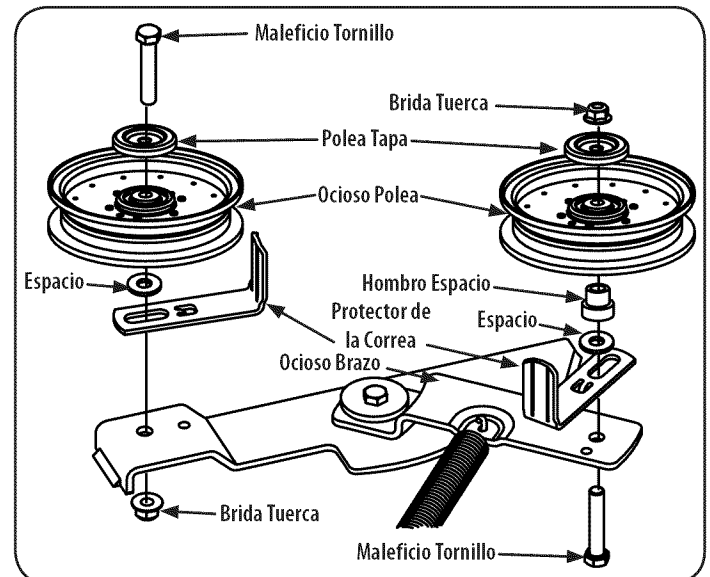

Figura 37
6. Coloque la correa alrededor de las poleas locas que quitó en el paso 3 con el lado "V" hacia adentro. Una vez en su lugar, vuelva a instalar todo el hardware y apriete la tuerca de seguridad con brida para fijar el conjunto. Ver Figura 37.
7. Coloque la correa como se muestra en la Figura 37 y vuelva a instalar la cubierta (consulte Instalación de la plataforma).